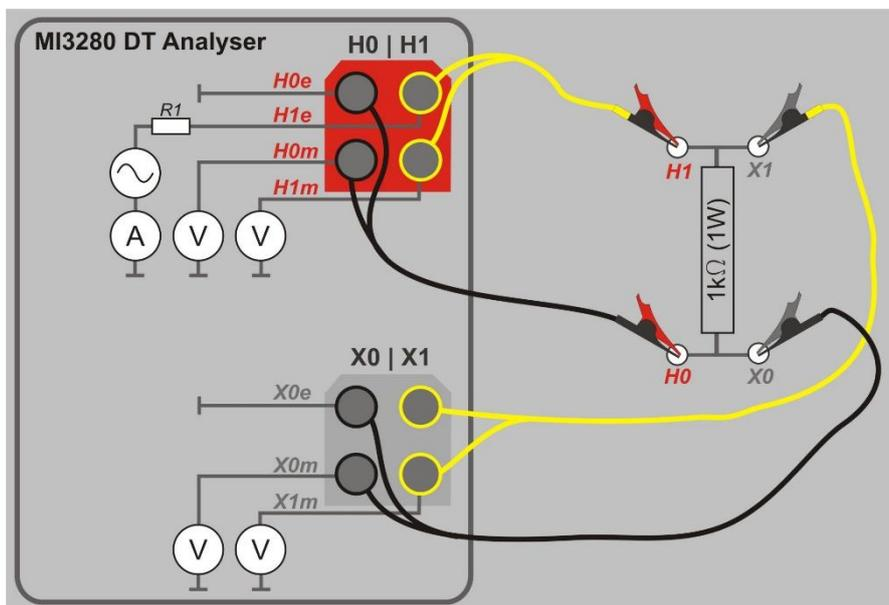

Abbildung F.1: Prüfung der Gerätegenauigkeit
Verbinden Sie H0 | H1 und X0 | X1 mit dem passenden MI 3280 DT Analyser Anschluss. Verbinden Sie den Referenzwiderstand von $1\text{ k}\Omega$ (1 W) mit den H und X Leitungen wie in Abbildung F.1 dargestellt. Wählen Sie die Einphasen-Windungsverhältnis-Messung(r), wählen Sie als Transformator-Typ Stromwandler (CT), wählen Sie Vex 10V und starten Sie die Messung. Sie müssten r zwischen 0,9978 und 1,0022 angezeigt bekommen, wenn der MI 3280 innerhalb seiner Toleranzen arbeitet. Der Widerstand ist von entscheidender Bedeutung für die Kriterien für die Verbindung in der Vorprüfung zu erfüllen.